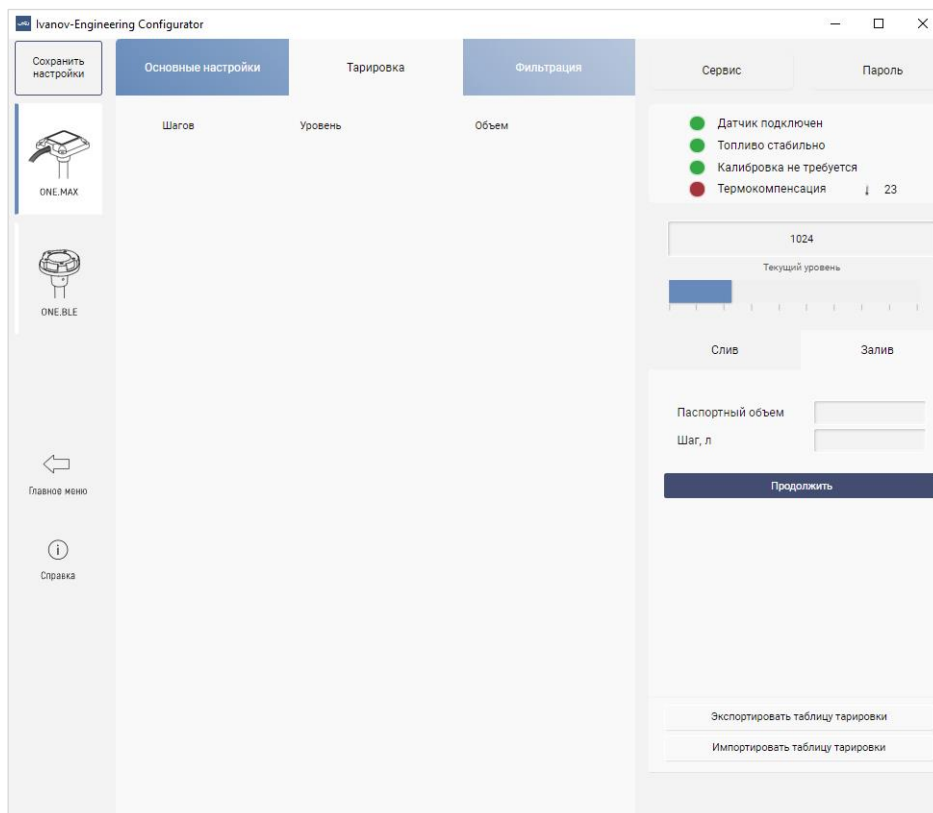

Рис.27– Окно программы с открытой вкладкой «Тарировка»
- 2) Перейдите во вкладку «Залив». Раздел тарировки примет вид, показанный на Рис.27.